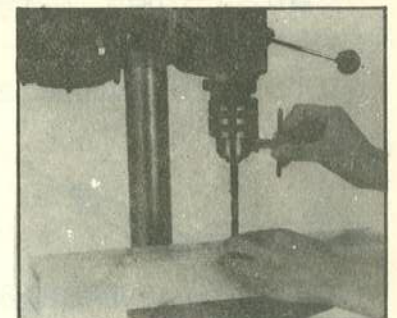

図13
①ドリルを約1/4(25.4%)ほどチャック(口部)にさし込みます。小さなドリル使用時には口部がドリルの軸にさわるまでさし込まないで下さい。鍵でチャックをしめる前に、ドリルがチャックのまん中にあるのを確かめて下さい。図13参照